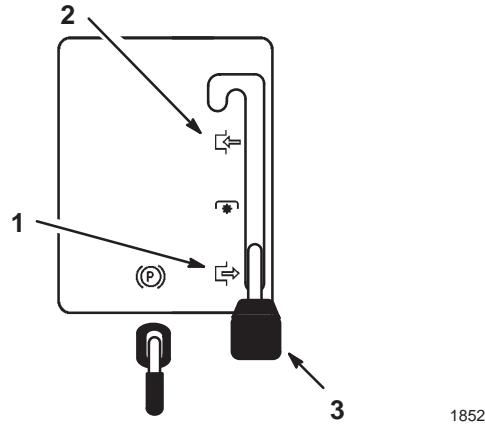

Bild 5
2. Stellen Sie den Schneidwerkhebel (ZWA) auf Ein (Bild 5).
2. Stellen Sie den Zapfwellenantrieb auf Auskuppeln (Bild 5).